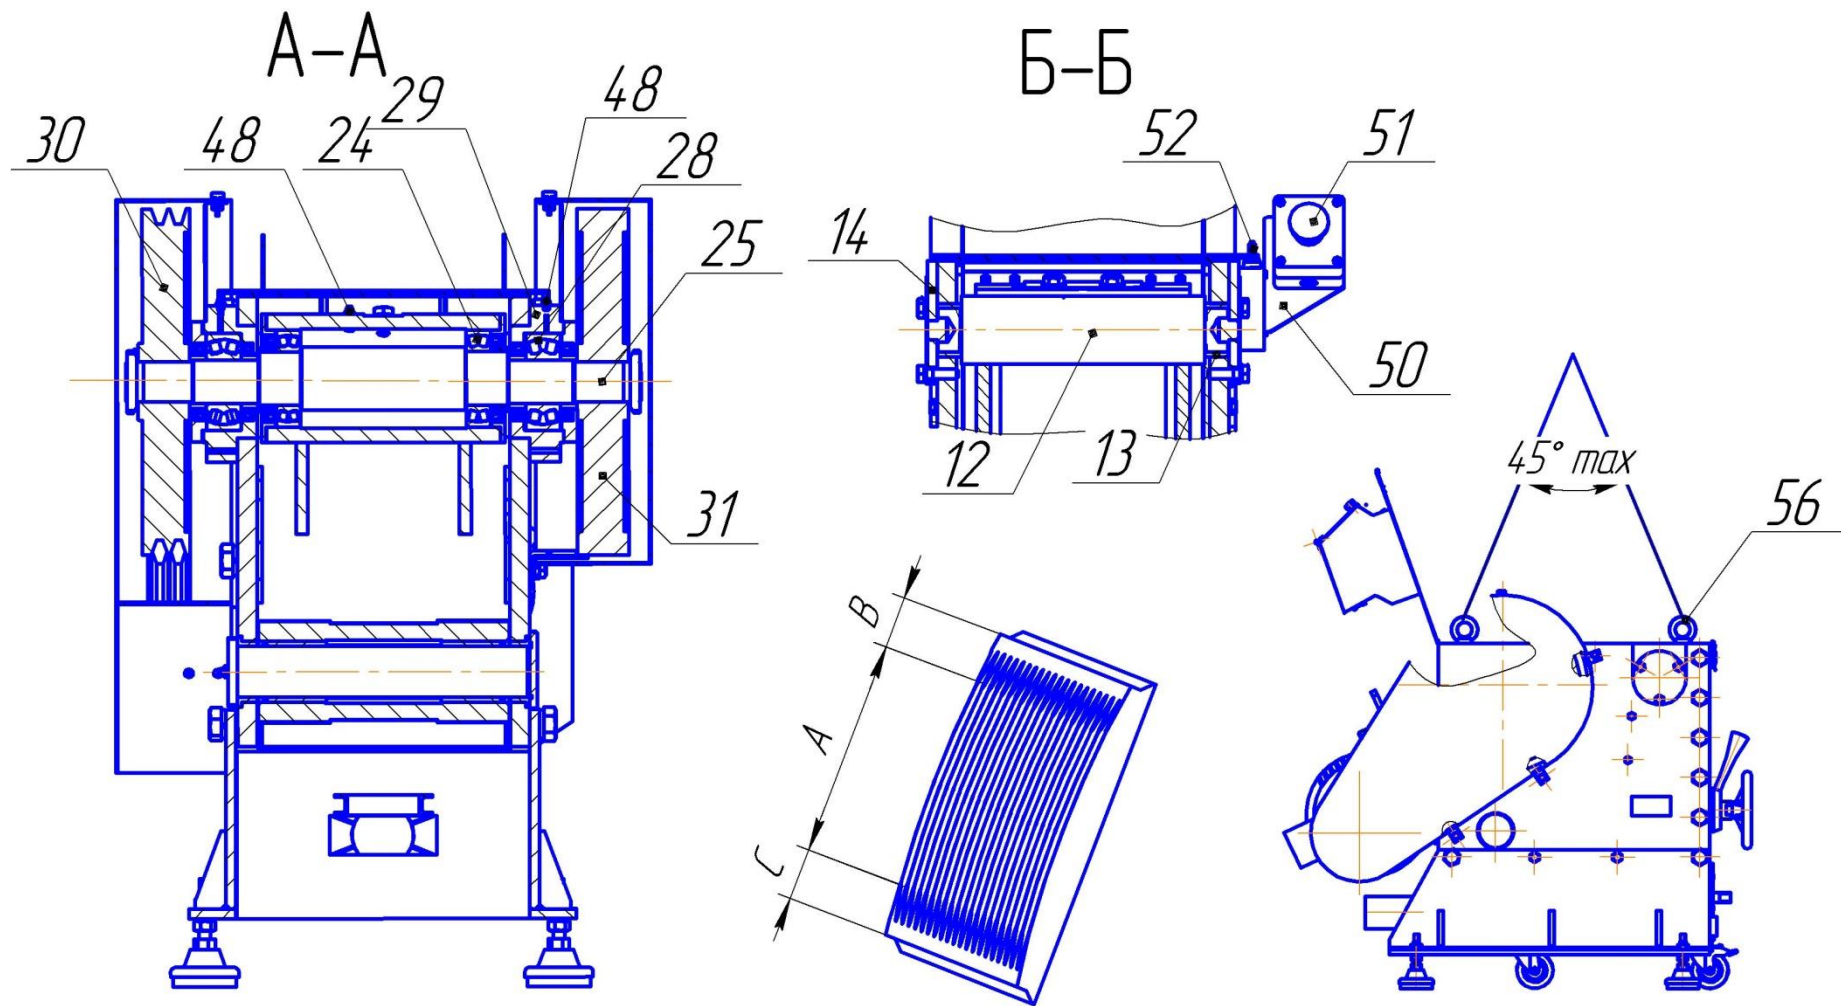

Рис. 2 Шатун, основание щеки и схема строповки ЩД 15
**ВНИМАНИЕ!** Строповку при погрузочно-разгрузочных работах осуществлять за рым-болты 56 (Рис. 2). Перед началом строповки откинуть загрузочный бункер.
Заменить подшипники 28 (Рис. 2), для чего выполнить операции по п.3.2
Заменить подшипники 24 (Рис. 2), для чего выполнить операции по п.3.3.